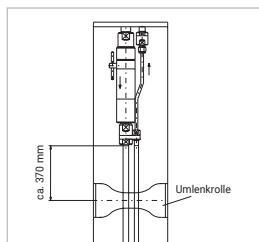

Figure 1
- ▶ Si vous utilisez le produit WEH® sans support de fixation au distributeur WEH®, il est nécessaire d'installer une poulie de renvoi à une distance d'env. 370 mm du bord inférieur du break-away (*Figure 1*).